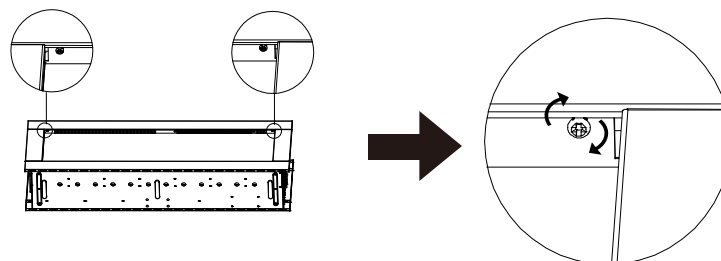

FIG. 3
- Fixez les garnitures en resserrant les attaches de sécurité (FIG. 3).